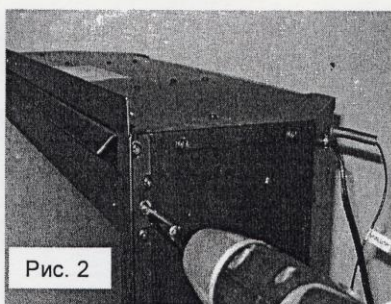

Рис. 2
8. Удалить 4 винта крепления правой планки рамки (Рис. 2).